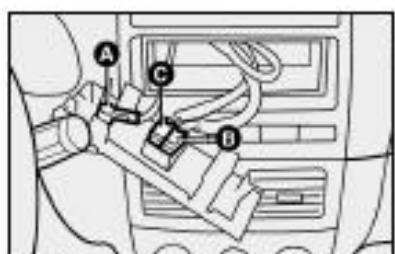

fig. 115
- cabo e plugue de alimentação elétrica para o auto-rádio **C-fig. 115**.
- cabo e conector para antena de teto **A-fig. 115**.
- cabos e plugue para conexão dos alto-falantes e tweeters **B-fig. 115**.
- cabo de alimentação do auto-rádio **C-fig. 115**.
- cabo para alto-falante dianteiro e traseiro **B-fig. 115**.